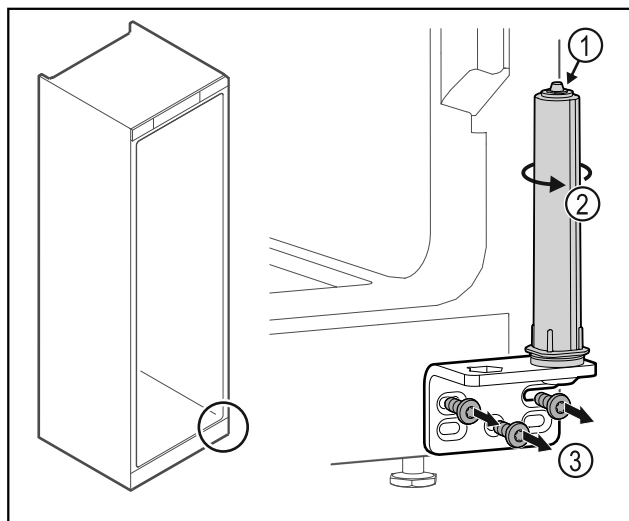

Fig. 24
- ▶ Mos e zbërtheni sistemin e mbylljes së derës Fig. 24 (1).
- ▶ Rrotulloni sistemin e mbylljes Fig. 24 (2) derisa të kërçasë.
- ▶ Lironi vidat e profilit të menteshës Fig. 24 (3).